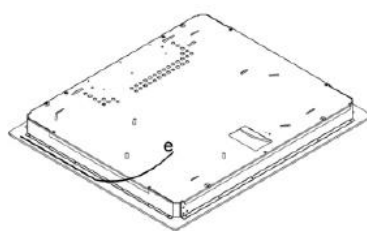

Рис. 10
1. Переверните варочную поверхность и снимите защитную пленку с прокладки. Аккуратно приложите уплотнительную прокладку «е» (рис. 10) к нижней части варочной поверхности. Расположите уплотнительную прокладку так, чтобы ее внешний край совпадал с внешним краем варочной поверхности. Концы уплотнительной прокладки должны сходиться вплотную, но без перехлеста.
2. Равномерно приклейте уплотнительную прокладку к варочной поверхности, нажимая на нее пальцами (рис. 10).